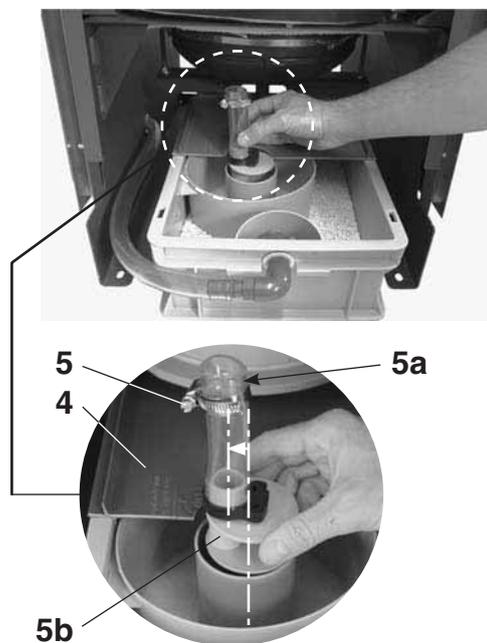
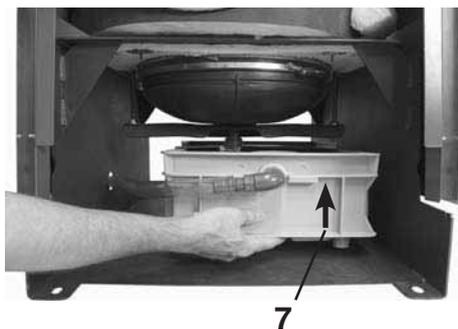

Fig. 17
Fig. 19
4. Inserire il coperchio posteriore (4, fig. 17) del box di neutralizzazione.
5. Applicare la staffa (5) ad una distanza di circa 20mm dalla parte terminale superiore del tubo flessibile e stringerla leggermente. Il tubo (5a) dalla parte in entrata (5b) deve essere orientato verso sinistra.
7. Sollevando il box di neutralizzazione (7, fig. 19) il tubo flessibile del sifone (5a, fig. 17) può essere spinto senza problemi sul bocchettone di scarico della vaschetta del condensato.